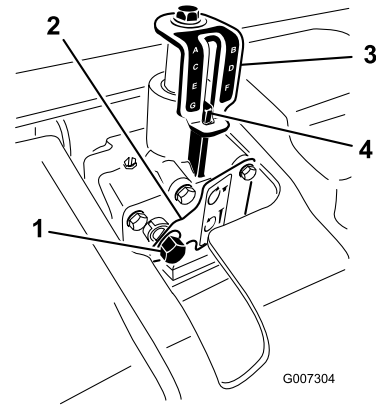

Figura 21
3. Inserite una presa con cricchetto da 9/16 poll. nell'albero di entrata del regolatore di profondità (Figura 21).
5. Ruotate il regolatore di profondità in senso orario (CW) per ridurre la profondità di arieggiatura oppure ruotatelo in senso antiorario (CCW) per aumentare la profondità di arieggiatura. (Figura 21).
6. Ruotate l'albero di entrata del regolatore di profondità fino ad ottenere la profondità desiderata come mostrato nell'adesivo dell'indicatore di profondità (Figura 21).